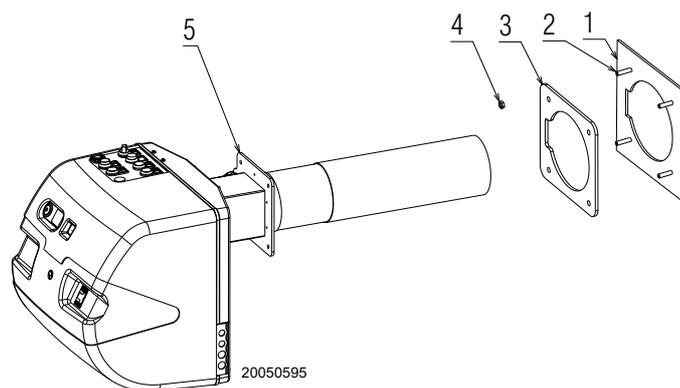

Fig. 20
- Attention: utiliser un mastic adapté et vérifier l'étanchéité au gaz (Fig. 20).